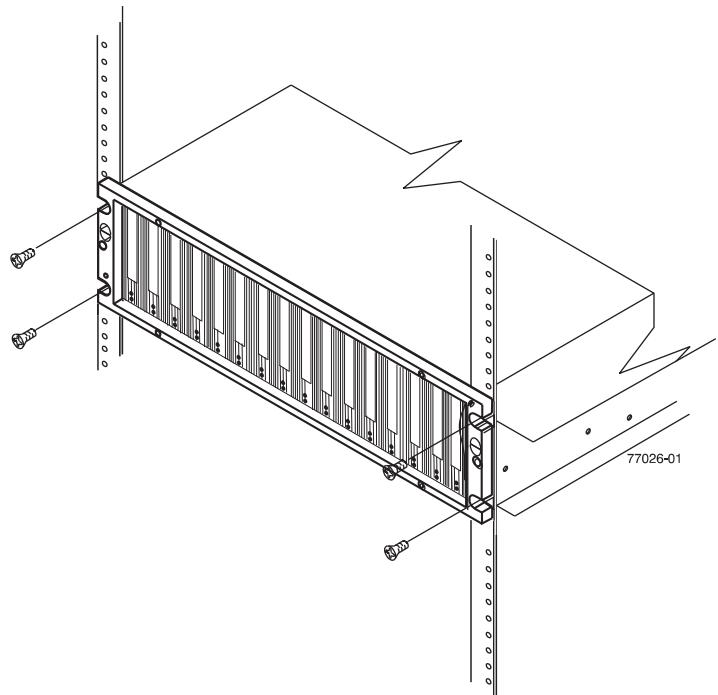

图 13. 将存储扩展机柜固定到机架
4. 固定存储扩展机柜。第 28 页的图 13 显示了如何将存储扩展机柜固定到机架。
- c. 如第 28 页的图 13 中所示, 使用四个 M5 螺钉固定存储扩展机柜的前端。